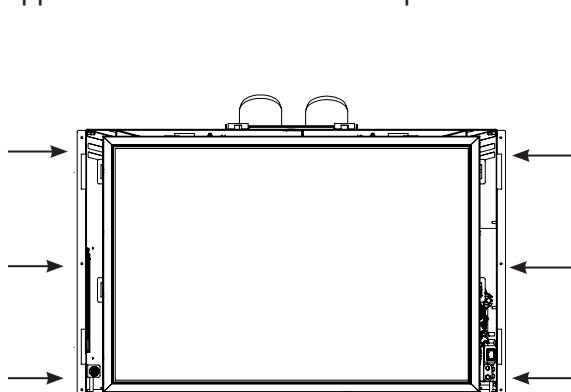
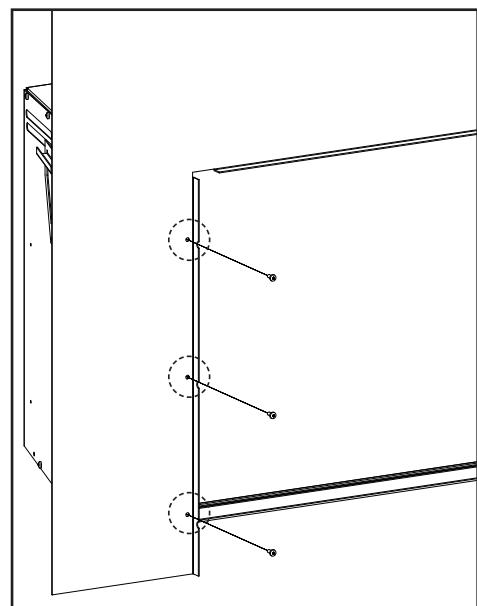
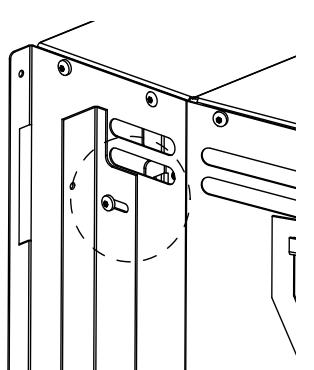

Figure 59 : Vis
Figure 63 : Vis
Figure 61 : Installation pour
1. Installez les deux supports du panneau découpable sur l'unité à l'aide d'un tournevis Torx T-20. Voir les figures 59 à 62 pour connaître les emplacements d'installation des vis. Il existe deux ensembles de modèles de trous sur le côté de l'armoire en fonction du panneau d'enceinte installé. Voir les figures 61 et 62. Fixez ensuite le panneau aux supports (figure 63).